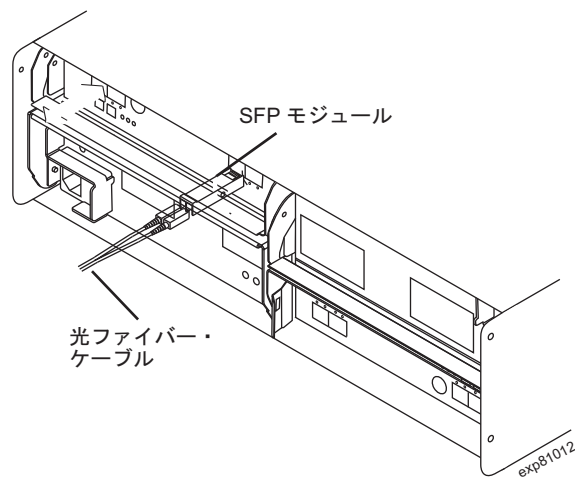

図 26. EXP5000 への SFP モジュールの取り付けおよび LC-LC ケーブルの接続
3. 図 26 に示すように、EXP5000 の背面にある SFP ポートに SFP モジュールを取り付け、LC-LC ケーブルのもう一方の端を SFP モジュールに接続します。